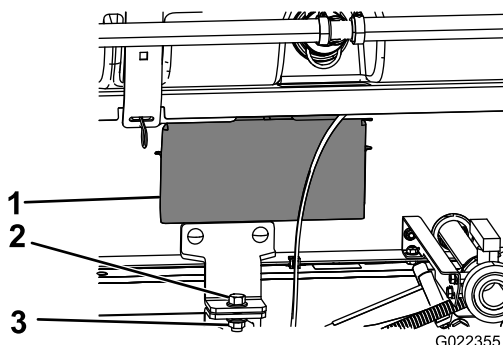

Figura 36
5. Retire los paneles de acceso a ambos lados del bastidor del patín. (Figura 36).
8. Sujete el soporte de sujeción del conjunto del patín al soporte de la plataforma del bastidor en cada lado de la máquina con un perno ($\frac{1}{2}$ " x $1\frac{1}{2}$ ") y una contratuerca ($\frac{1}{2}$ ") como se muestra en Figura 36.